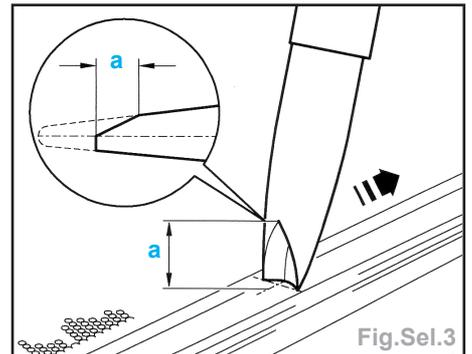

Fig.Sel.3
- Appliquer un cordon de colle (Fig.Sel.3) :